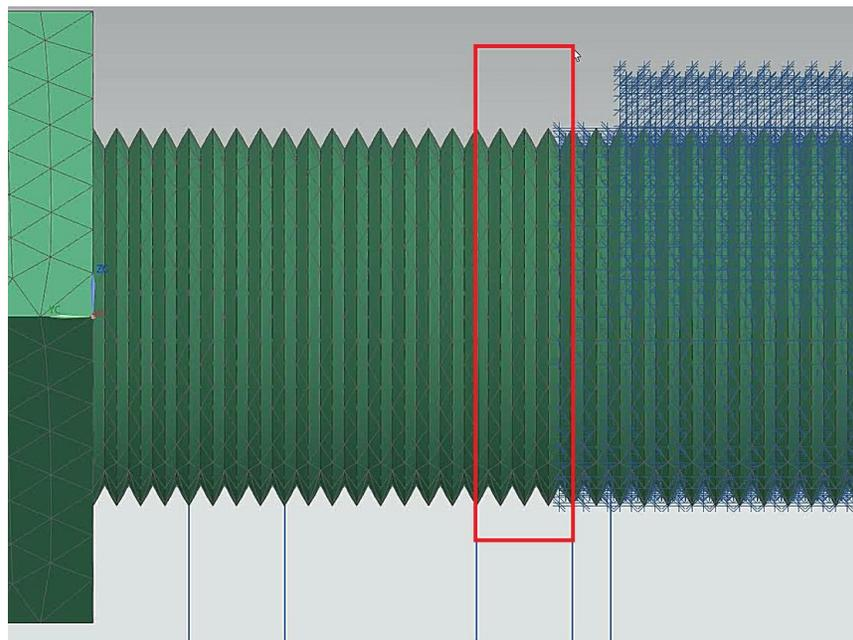

Figura 5.34 Restricción soporte simple.
- Ahora seleccionaremos la sección de la pieza que tiene un grosor de 3 mm y representa el soporte (Figura 5.34).